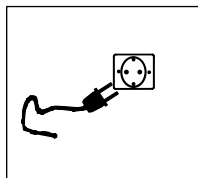

Fig: 13
**Attention !!:** Pour changer cette lampe le courant d'alimentation doit être impérativement coupé, soit en retirant la prise (Fig.13) soit au niveau du disjoncteur (fusible) avant toute intervention.